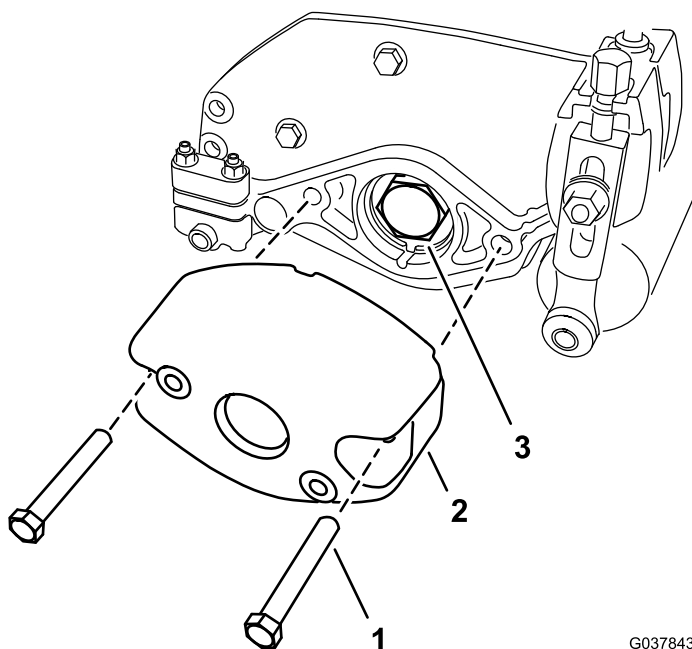

Figure 4
6. Retirez les 2 boulons (5/16" x 2 1/4") des 2 écrous (retenus par la plaque latérale) qui fixent le contrepois à la plaque latérale de l'unité de coupe. Déposez le contrepois (Figure 4).
8. Retirez l'écrou de roulement de l'arbre du cylindre (Figure 4).